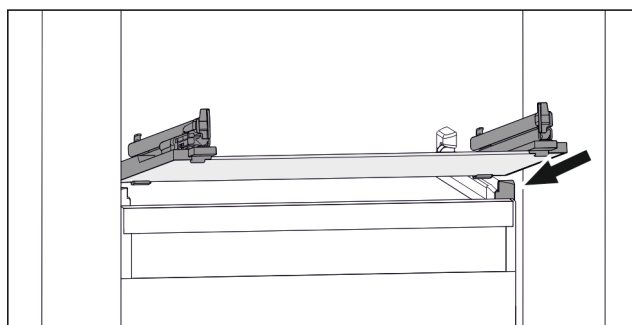

Fig. 113 Eksempel på fremstilling av glassplaten
- ▶ Sett glassplaten på skrå bak stopperne. (se Fig. 113)